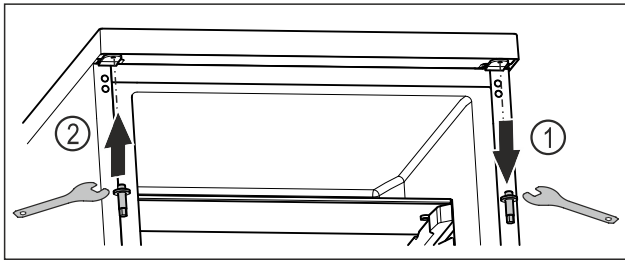

Fig. 23
- ▶ Vyskrutkujte čap vonkajším kľúčom na šesťhrannú maticu. Fig. 23 (1)
- ▶ Zaskrutkujte čap na opačnú stranu vonkajším kľúčom na šesťhrannú maticu. Fig. 23 (2)